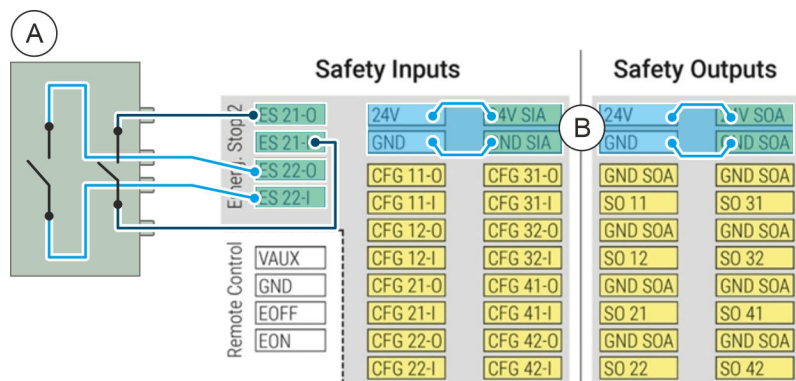

Abb. 74 Not-Halt-Schalter verbinden (exemplarisch)
01. Beim Verbinden eines externen Not-Halt-Schalters die exemplarische Konfiguration in Abb. 74 beachten.
02. Sicherstellen, dass die interne Spannungsversorgung der Schnittstellen gemäß Abb. 74 gewährleistet ist.